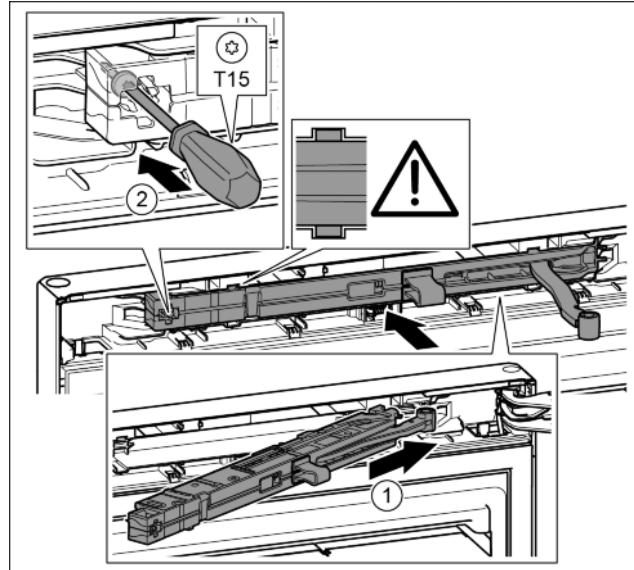

Fig. 23
- Gurnite jedinicu prigušivača zatvaranja na strani podloška ležaja do graničnika koso u otvor. Fig. 23 (1)
- Odvijačem T15 čvrsto pritegnite vijak. Fig. 23 (2)